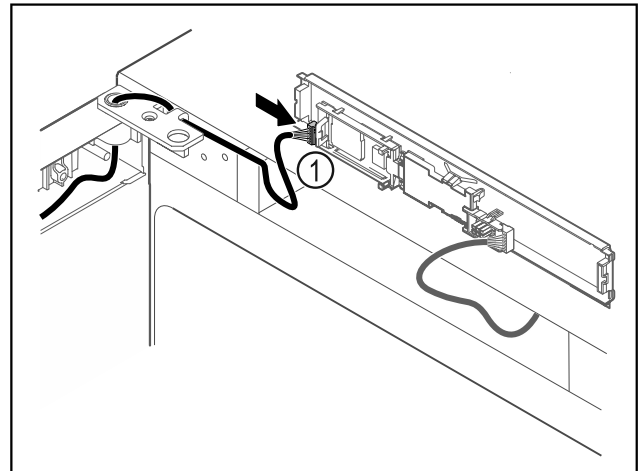

Fig. 60
- ▶ Sätt i kontakten Fig. 60 (1) på kretskortet.